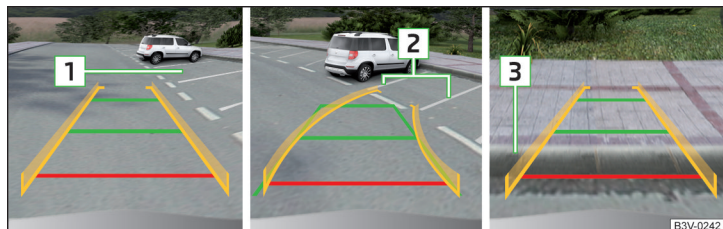

Fig. 264 Affichage à l'écran
- Avancer lentement vers la place de stationnement choisie **[1]** » fig. 264 et arrêter le véhicule.